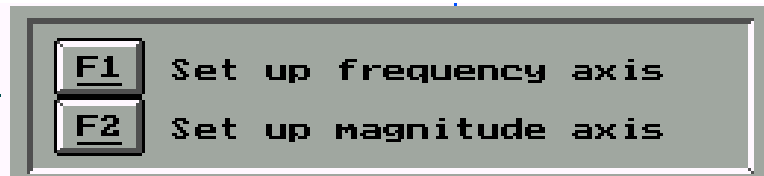

图 5-13
- d) F8 Displ range: 调整图形坐标及分辨率, 得到图 5-13 界面